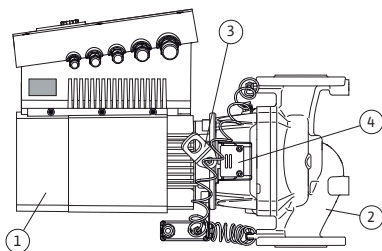

Fig. 10: Pump komplett
Det typiska kännetecknet för serien Stratos GIGA är motorns mantelkyllning. Luftströmmen förs optimalt genom den långa flätkåpan (Fig. 10, pos. 1) för kylning av motorn och elektronikmodulen. (Fig. 10, pos. 2) visar pumphuset med en särskild dragning av lanternan för avlastning av pumphjulet.
Transportöglorna (Fig. 10, pos. 3) ska användas enligt kapitel 3 "Transport och tillfällig lagring" på sidan 5 och kapitel 10 "Underhåll" på sidan 44.
Fönstret i lanternan som är täckt med skyddsplattan (Fig. 10, pos. 4) används vid underhållsarbeten enligt kapitel 10 "Underhåll" på sidan 44. Fönstret kan även användas för läckagekontroller om säkerhetsbestämmelserna i kapitel 9 "Driftsättning" på sidan 41 och kapitel 10 "Underhåll" på sidan 44 iaktas.